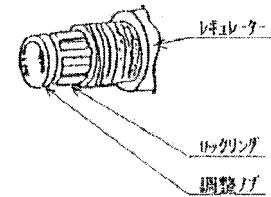

図1
- (1) 圧縮空気の供給側が閉じてあることを確認して下さい。
- (2) コンパクトレギュレーターの調整ノブのロックリングが手前側にあることを確認後（奥側にある場合は、回転しません）、調整ノブをLOW 側（反時計方向）に停止するまで回して下さい。（図1）